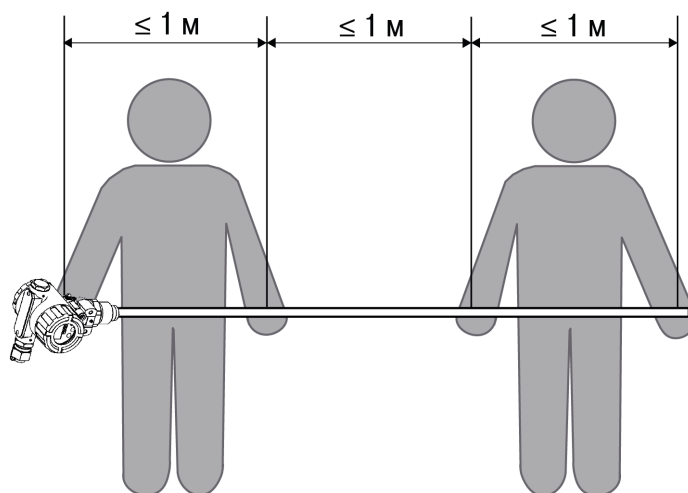

Рисунок 6.1 – Перемещение преобразователя длиной более 2 м
- преобразователь длиной более 2 м извлекают из упаковки и переносят два человека: одной рукой следует удерживать прибор за металлический корпус, а далее поддерживать трубку арматуры через каждый 1 м (см. рисунок 6.1).